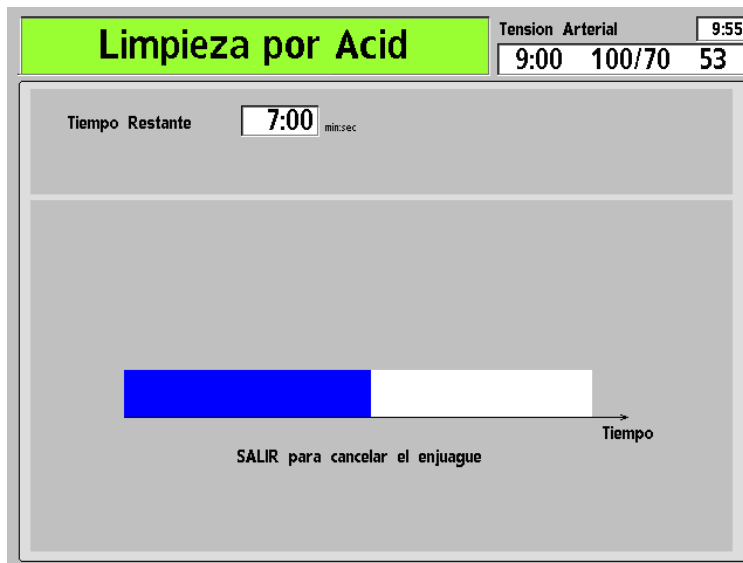

Figura 59 – Pantalla “Limpieza por ácido”
6. Presione **CONFIRM** para iniciar el programa Limpieza por Ácido. La pantalla “Limpieza por Ácido” aparece (vea Figura 59 – Pantalla “Limpieza por ácido”). El progreso de la limpieza por ácido se indica en la barra horizontal.